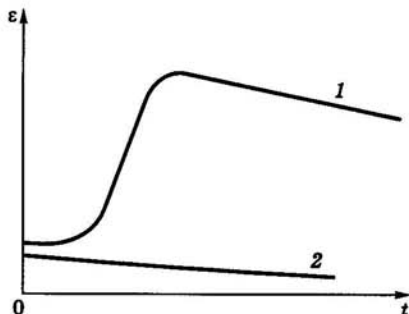

Рис. 1.2. Зависимости диэлектрической проницаемости полярного и неполярного диэлектриков от температуры
1.42. Определите, какая из зависимостей на рис. 1.2 (1 или 2) соответствует полярному диэлектрику, а какая — неполярному.